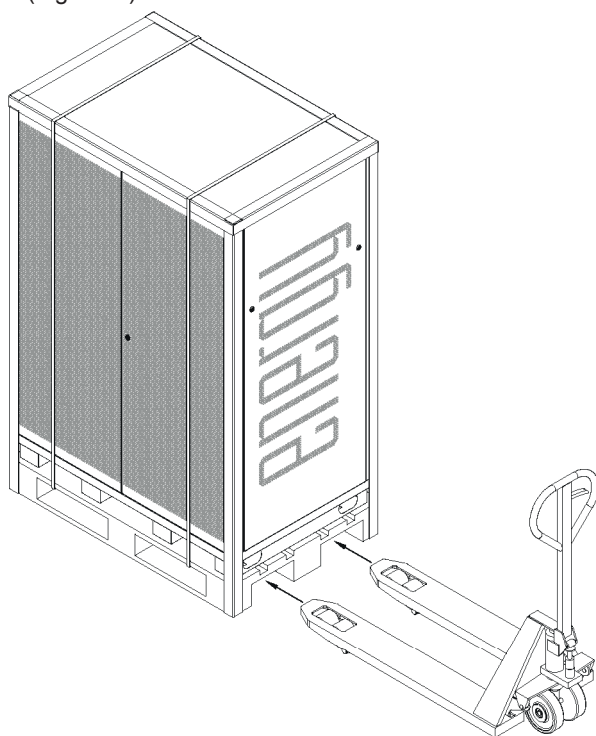

Fig. 4.15
1. Movimentare l'intero imballo infilando le forche del transpallet tra gli zoccoli del pallet (Fig. 4.15).